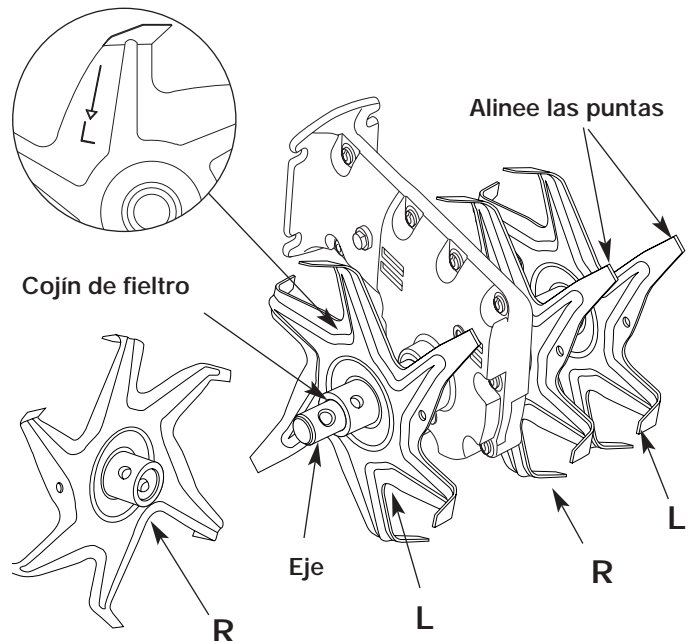

Fig. 16
7. Verifique que las puntas de las púas estén alineadas en la misma dirección entre sí antes de volver a instalar las presillas del pasador de la horquilla y los pasadores de la horquilla (Fig. 16).